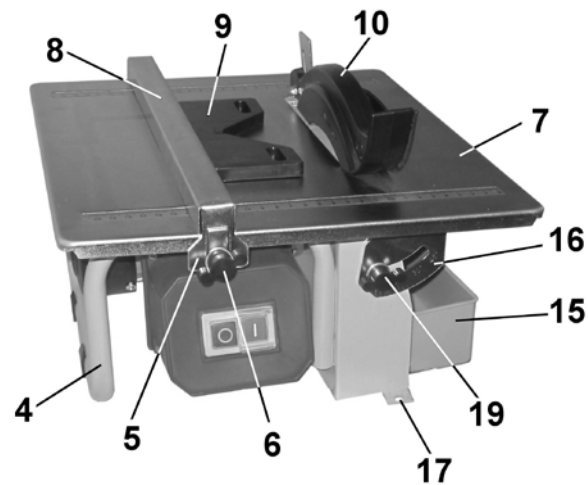
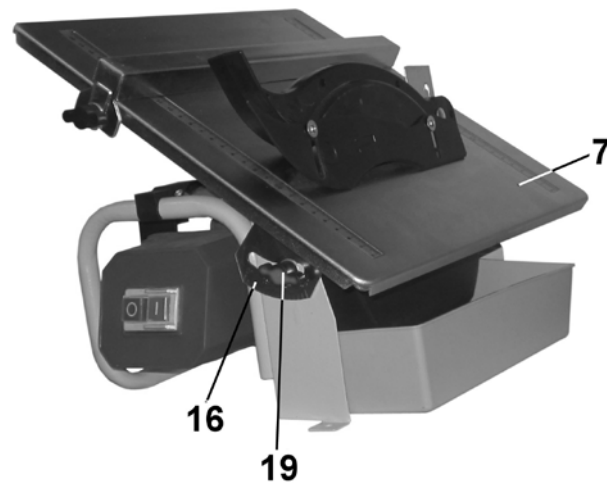

Рис. 3
Рис. 4
9.1. Как показано на Рис.3, используя два винта крепления (6) на направляющей планке (8), установите с обеих сторон прижимные планки (5). Установите направляющую планку (8) и зафиксируйте двумя винтами крепления (6) положение планки (8) за отбортовку рабочего стола (7).
**10.1. Регулировка угла резания (Рис. 4)**
10.1.2. Ослабьте крепление двух винтов фиксации (19), Рис.3, Рис.4.
10.1.3. Как показано на Рис.4, переведите рабочий стол (7) в наклонное положение, совместив показание на шкале наклона (16) и указателе на предполагаемый угол резания. Закрепите положение двумя винтами фиксации (19). Для более точной установки угла наклона рабочего стола (7) пользуйтесь угломером, шаблоном или образцом.
**10.2. Регулировка резания в размер (Рис. 3)**